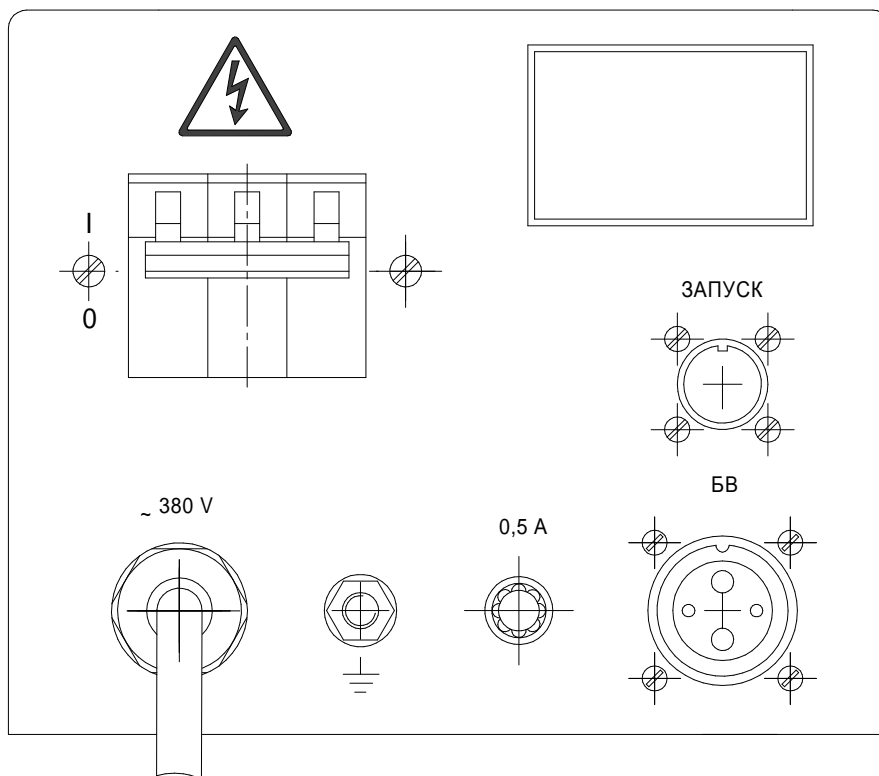

Рисунок 5 – Панели источника тока контактной сварки "Импульс-3"
1.4.8 На передней панели источника (рисунок 5) устанавливаются заданные технологической картой параметры режима сварки (см. руководство по эксплуатации ТТ 323-00 РЭ).